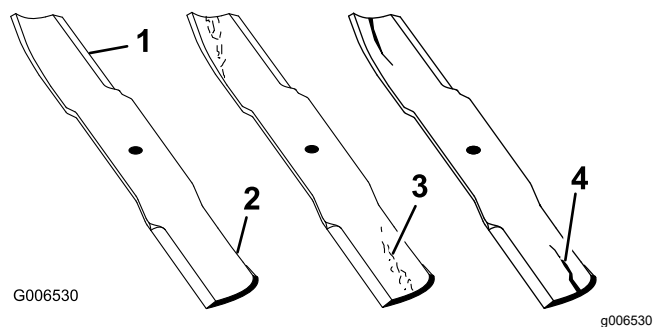

図 65
1. 刃先の部分を点検する 図 65。
4. ひび、磨耗、割れの発生などがあれば、直ちに新しいブレードに交換する 図 65。